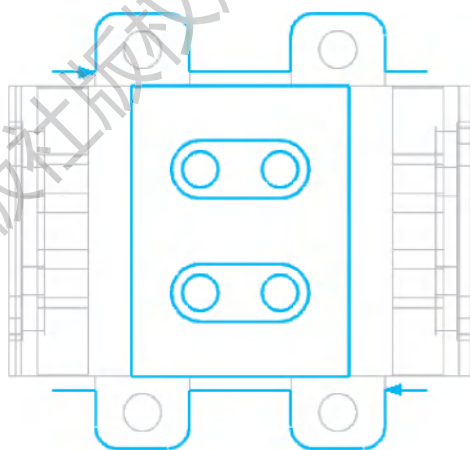

图 11-39 选择加工边界
1) 选择【刀路】/【外形】命令，系统弹出【线框串连】对话框，选择如图 11-39 所示耳朵凸块轮廓线段，箭头起始位置即为选择的位置，此时刀具补偿方向为左补偿，单击【确定】按钮 。